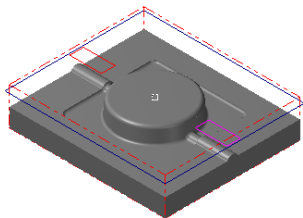

图 12.30 镜像矩形
(1) 选择下拉菜单 **转换(X)** → **镜像(M)...** 命令。
(2) 在“标准选择”工具栏的  下拉列表中选择 **串连** 选项，然后在图形区选取 Step1 所创建的矩形为镜像对象。
(3) 在“标准选择”工具栏中单击  按钮完成镜像对象的定义，此时系统弹出“镜像”对话框。
(4) 在“镜像”对话框中选中  复选框，在 **打印预览** 区域选中 **重建** 按钮前的复选框并取消选中 **适度1** 复选框。
(5) 在 **轴** 区域选中  复选框，单击  按钮，完成镜像的操作，结果如图 12.30 所示。